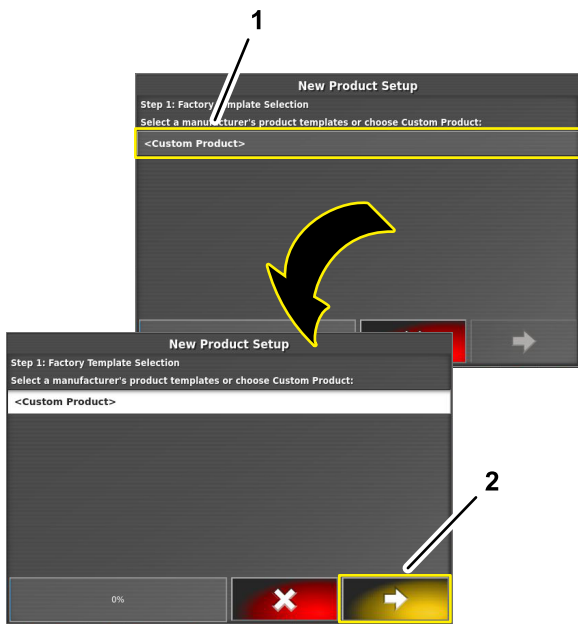

Figure 117
6. À l'étape 1 de la boîte de dialogue de programmation d'un nouveau produit, appuyez sur l'icône PRODUIT PERSONNALISÉ, puis appuyez sur l'icône Suivant (Figure 117).